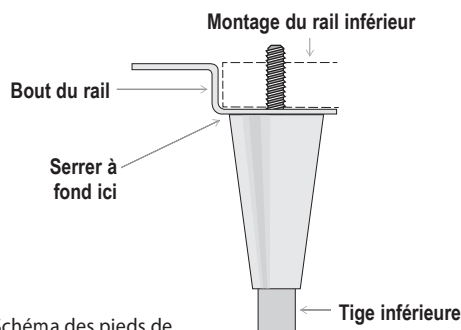

Figure 4. Schéma des pieds de mise à niveau.
Si vous **devez utiliser** des pieds réglables ou des roulettes de mise à niveau, faites pivoter l'appareil sur sa palette (voir Fig. 4) et consultez la section Installation des vis de mise à niveau, des pieds ou roulettes en page 12.
Fig. 4. Faire pivoter l'appareil sur le patin. Pour le levage de l'appareil, ne pas utiliser les plans de travail, les portes/tiroirs ni les grilles comme points de levage.
3. Vissez les pieds de mise à niveau dans le rail de châssis ou le fond de l'appareil. Voir figures 4 et 5.
5. Si l'appareil n'est pas de niveau, soulevez la doucement et insérez un support sous la base. À l'aide d'une clé à molette, vissez la tige inférieure vers le haut ou le bas pour que l'appareil soit de niveau et solidement supportée. Voir les figures 4 et 6.